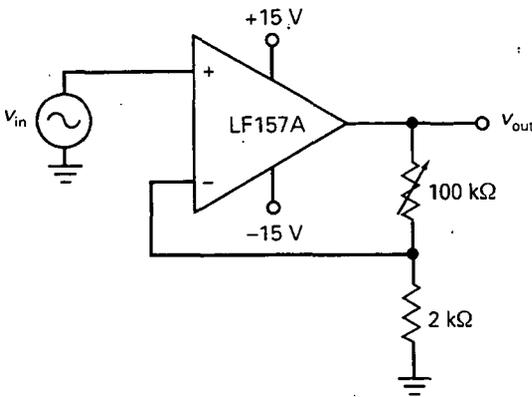

Figura 18-33
- 18-15. Calcule los valores máximos y mínimos de la ganancia de tensión y ancho de banda en lazo cerrado en la Figura 18-33.